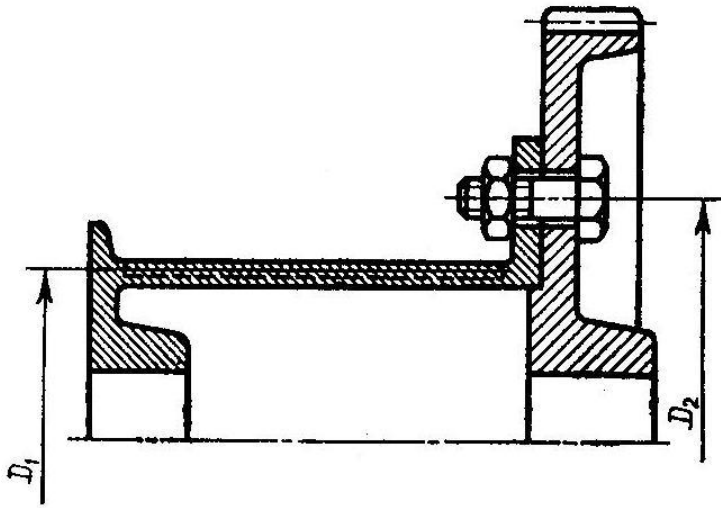

Рис. 29
1. Рассчитать болты крепления зубчатого колеса к барабану лебедки (рис. 29). Вес поднимаемого груза  $F$ , диаметр барабана  $D_1$  и диаметр окружности центров болтов  $D_2$  приведены в табл. 28. Расчет вести для двух случаев постановки болтов: а) без зазора; б) с зазором. Материал барабана – чугун, материал колеса – сталь. Недостающими данными задаться.